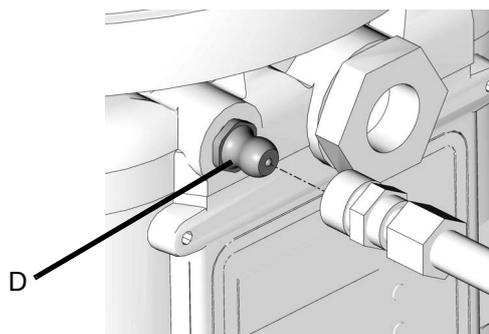

Рис. 14
- Перед заполнением резервуара всегда прочищайте впускной фитинг (D) (Рис. 14) чистой сухой тканью. Грязь и/или посторонние включения могут повредить насос и/или смазочную систему.